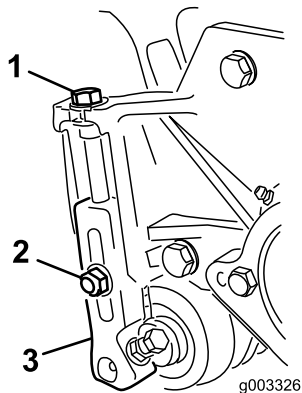

Figura 23
- Desaperte as porcas de bloqueio que fixam os braços da altura de corte às placas laterais da unidade de corte (Figura 23).